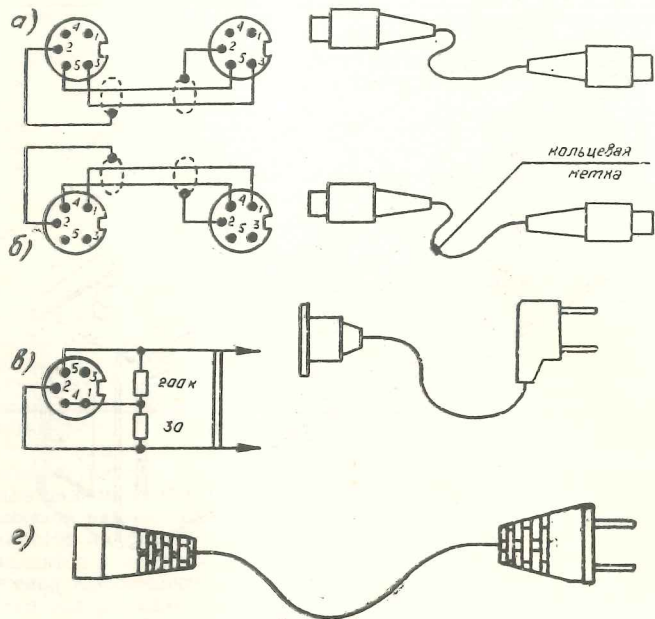

Рис. 2. Схема распайки и внешний вид соединительных кабелей и шнуров:
5.5. Схема распайки и внешний вид соединительных кабелей и шнуров показаны на рис. 2.
При работе магнитолы от сети переменного тока подключите штекер источника питания к гнезду для подключения внешнего источника питания, а вилку источника — в розетку электросети, предварительно подключив шнур по рис. 2, г к колодке источника.
Запись от внешнего источника сигнала, имеющего высокоомный (токовый) выход, производится с использованием шнура, изображенного на рис. 2, б.
При отсутствии у внешнего устройства высокоомного выхода запись производится с линейного выхода с использованием шнура, изображенного на рис. 2, а.
Для записи от радиотрансляционной сети вставьте в розетку трансляционной сети вилку шнура, изображенного на рис. 2, в, и соедините его с магнитолой при помощи шнура, изображенного на рис. 2, б.